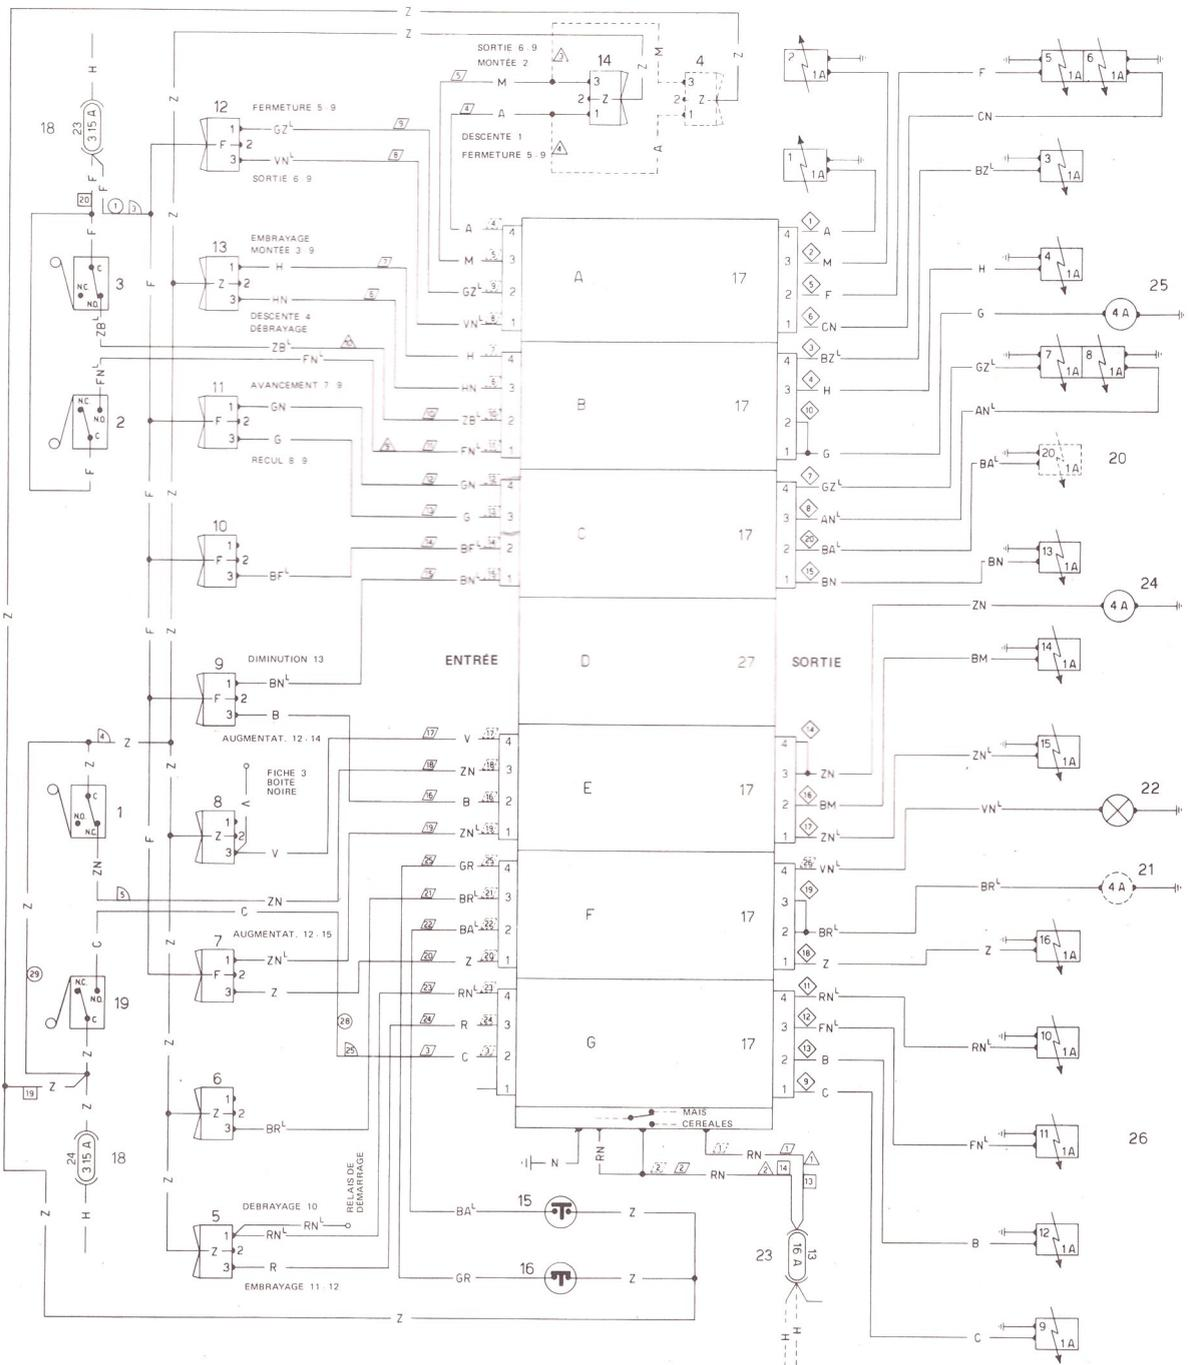

FIG. 71
- circuit des servo-commandes (fig 71)